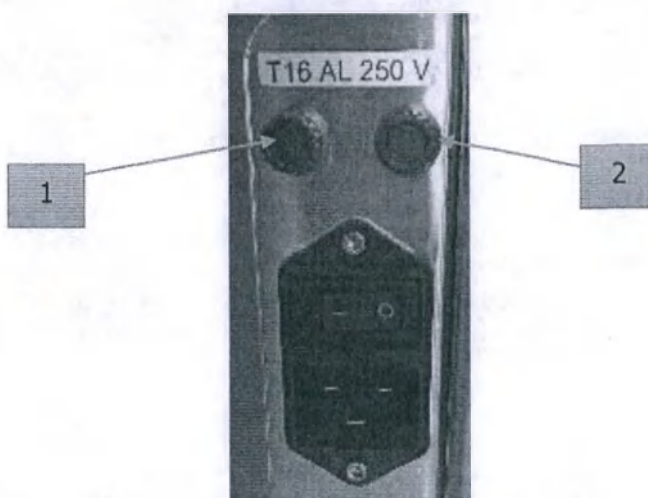

Рисунок 93.
- После замены предохранителя, завинтите крышки, (см рисунок 93, номера 1 и 2), установите переключатель питания в положение ON и включите прибор.